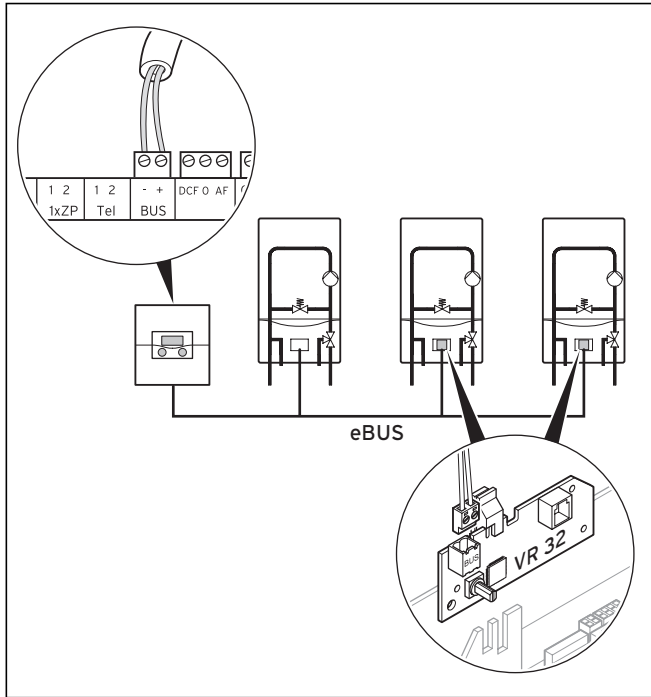

Fig. 5.47 Raccorder une cascade de plus de 2 appareils de chauffage
- Installez le coupleur de bus directement dans l'appareil à chauffage conformément à la **fig 5.47** et la notice d'utilisation fournie avec le coupleur de bus.